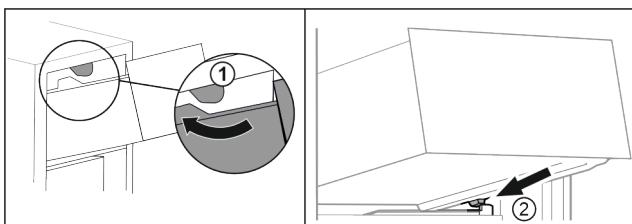

Fig. 61
- Обведите выдвижной ящик вокруг верхнего стопора. Fig. 61 (1)
- Наклоняя вниз, установите выдвижной ящик за нижние стопоры на контейнерное ребро. Fig. 61 (2)